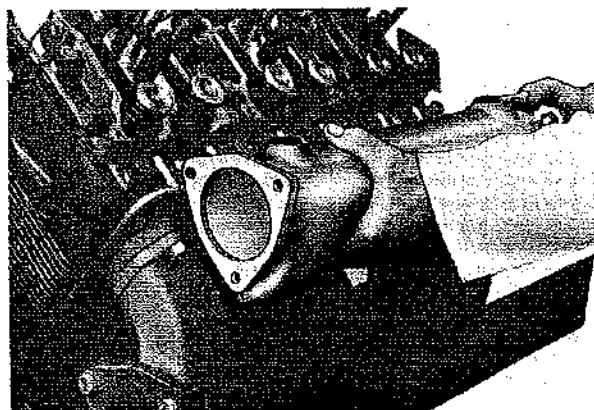

Fig. 46
- Montare collettori d'aspirazione e scarico interponendo le guarnizioni e serrando i dadi a 4 kgm. (Fig. 46).